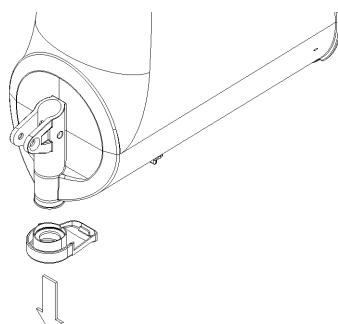

figura 15
- 7** Rimuovere dal contenitore il restrittore di flusso (vedere figura 15).
5 Rimuovere dal contenitore il restrittore di flusso (vedere figura 15).